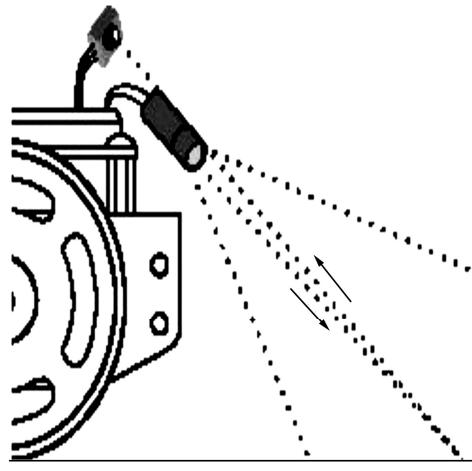

图 6-8 红外探测器朝下扫描条纹带
- 调节 IR LED/探测器的位置向下和向外，如图 6-8 所示；